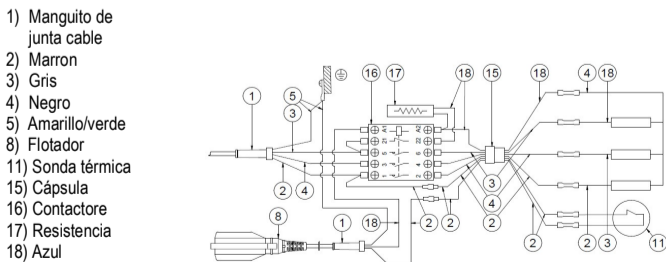

Fig.1
- Respetar que correspondan los colores como en Fig. 1.